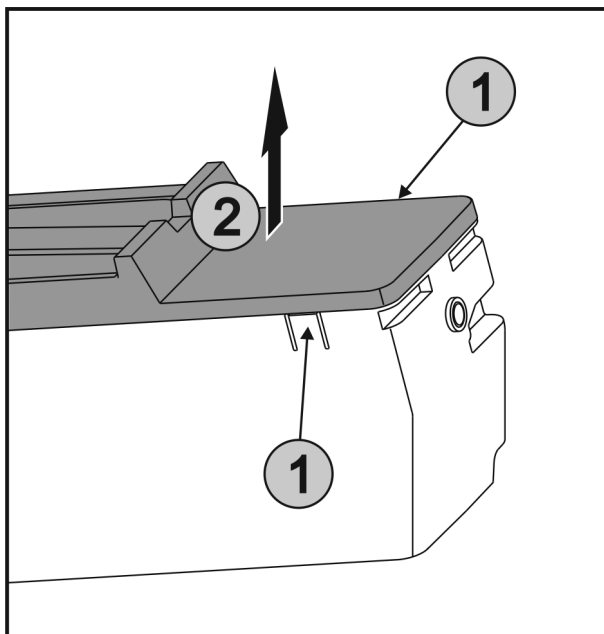

Fig. 38
- ▶ Laschen Fig. 38 (1) an den beiden Seiten von EasyTwist-Ice gleichzeitig drücken und die Abdeckung Fig. 38 (2) nach oben entnehmen.